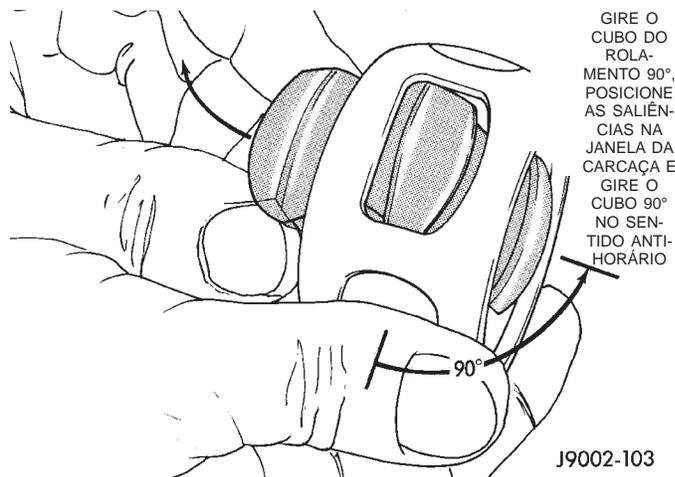

Fig. 17 Remoção do Cubo do Rolamento
(13) Vire o cubo do rolamento 90° a partir da carcaça do rolamento. Alinhe um par de saliências do cubo com as janelas da carcaça. Levante e insira uma das saliências na janela da carcaça adjacente. Remova o cubo do rolamento girando-o para fora da carcaça (Fig. 17).
(3) Insira uma das saliências do cubo do rolamento em uma janela da carcaça do rolamento (Fig. 17). Role o cubo para dentro da carcaça (Fig. 18). Gire o cubo do rolamento 90° para completar a instalação (Fig. 19).